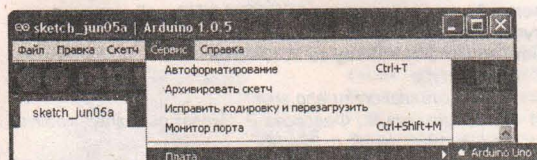
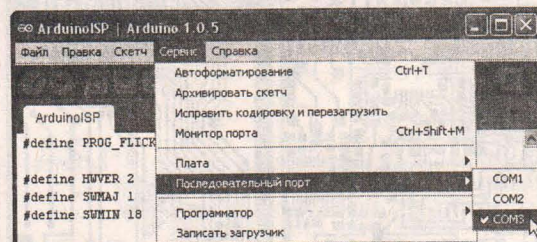

Рис. 3
Рис. 4
4) В начальном меню Arduino-1.0.5 выбрать тип применяемой платы (рис. 3) и номер виртуального COM-порта (рис. 4). Загрузить программу-скетчи под названием ArduinoISP (Файл-Примеры-ArduinoISP). Запрограммировать МК Arduino, нажав пиктограмму «Загрузить» или через меню «Файл-Загрузить». В процессе программирования на плате Arduino должны мигать светодиоды. Окончание прошивки знаменует надпись «Загрузка выполнена», после чего Arduino превращается в автономный USB-программатор для широкого спектра AVR-контроллеров.